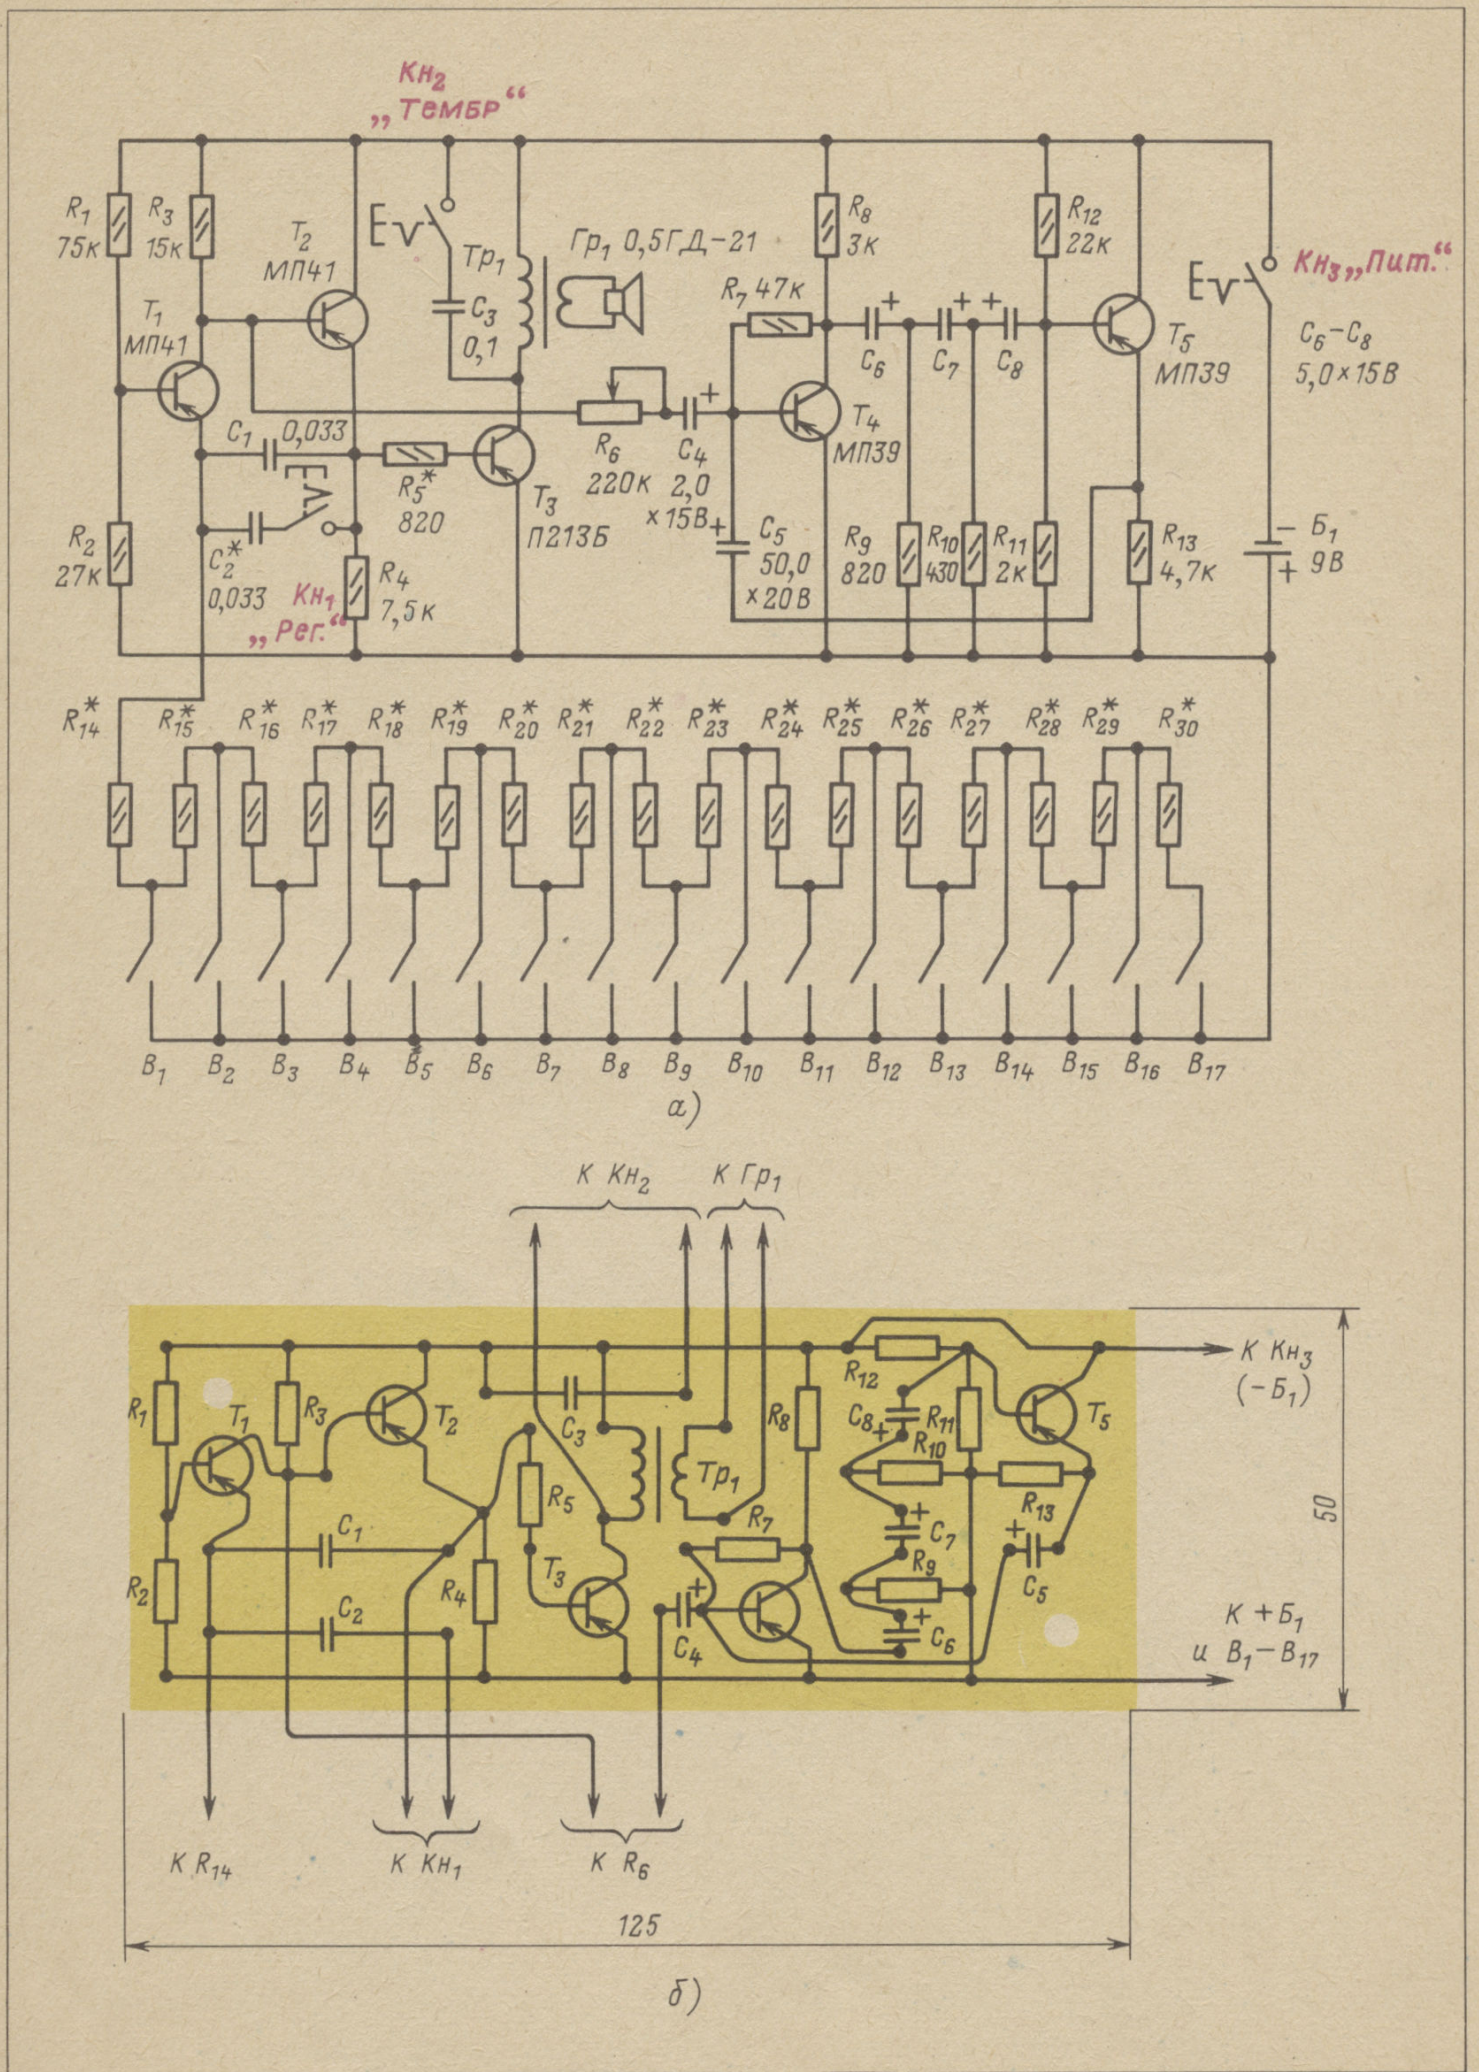
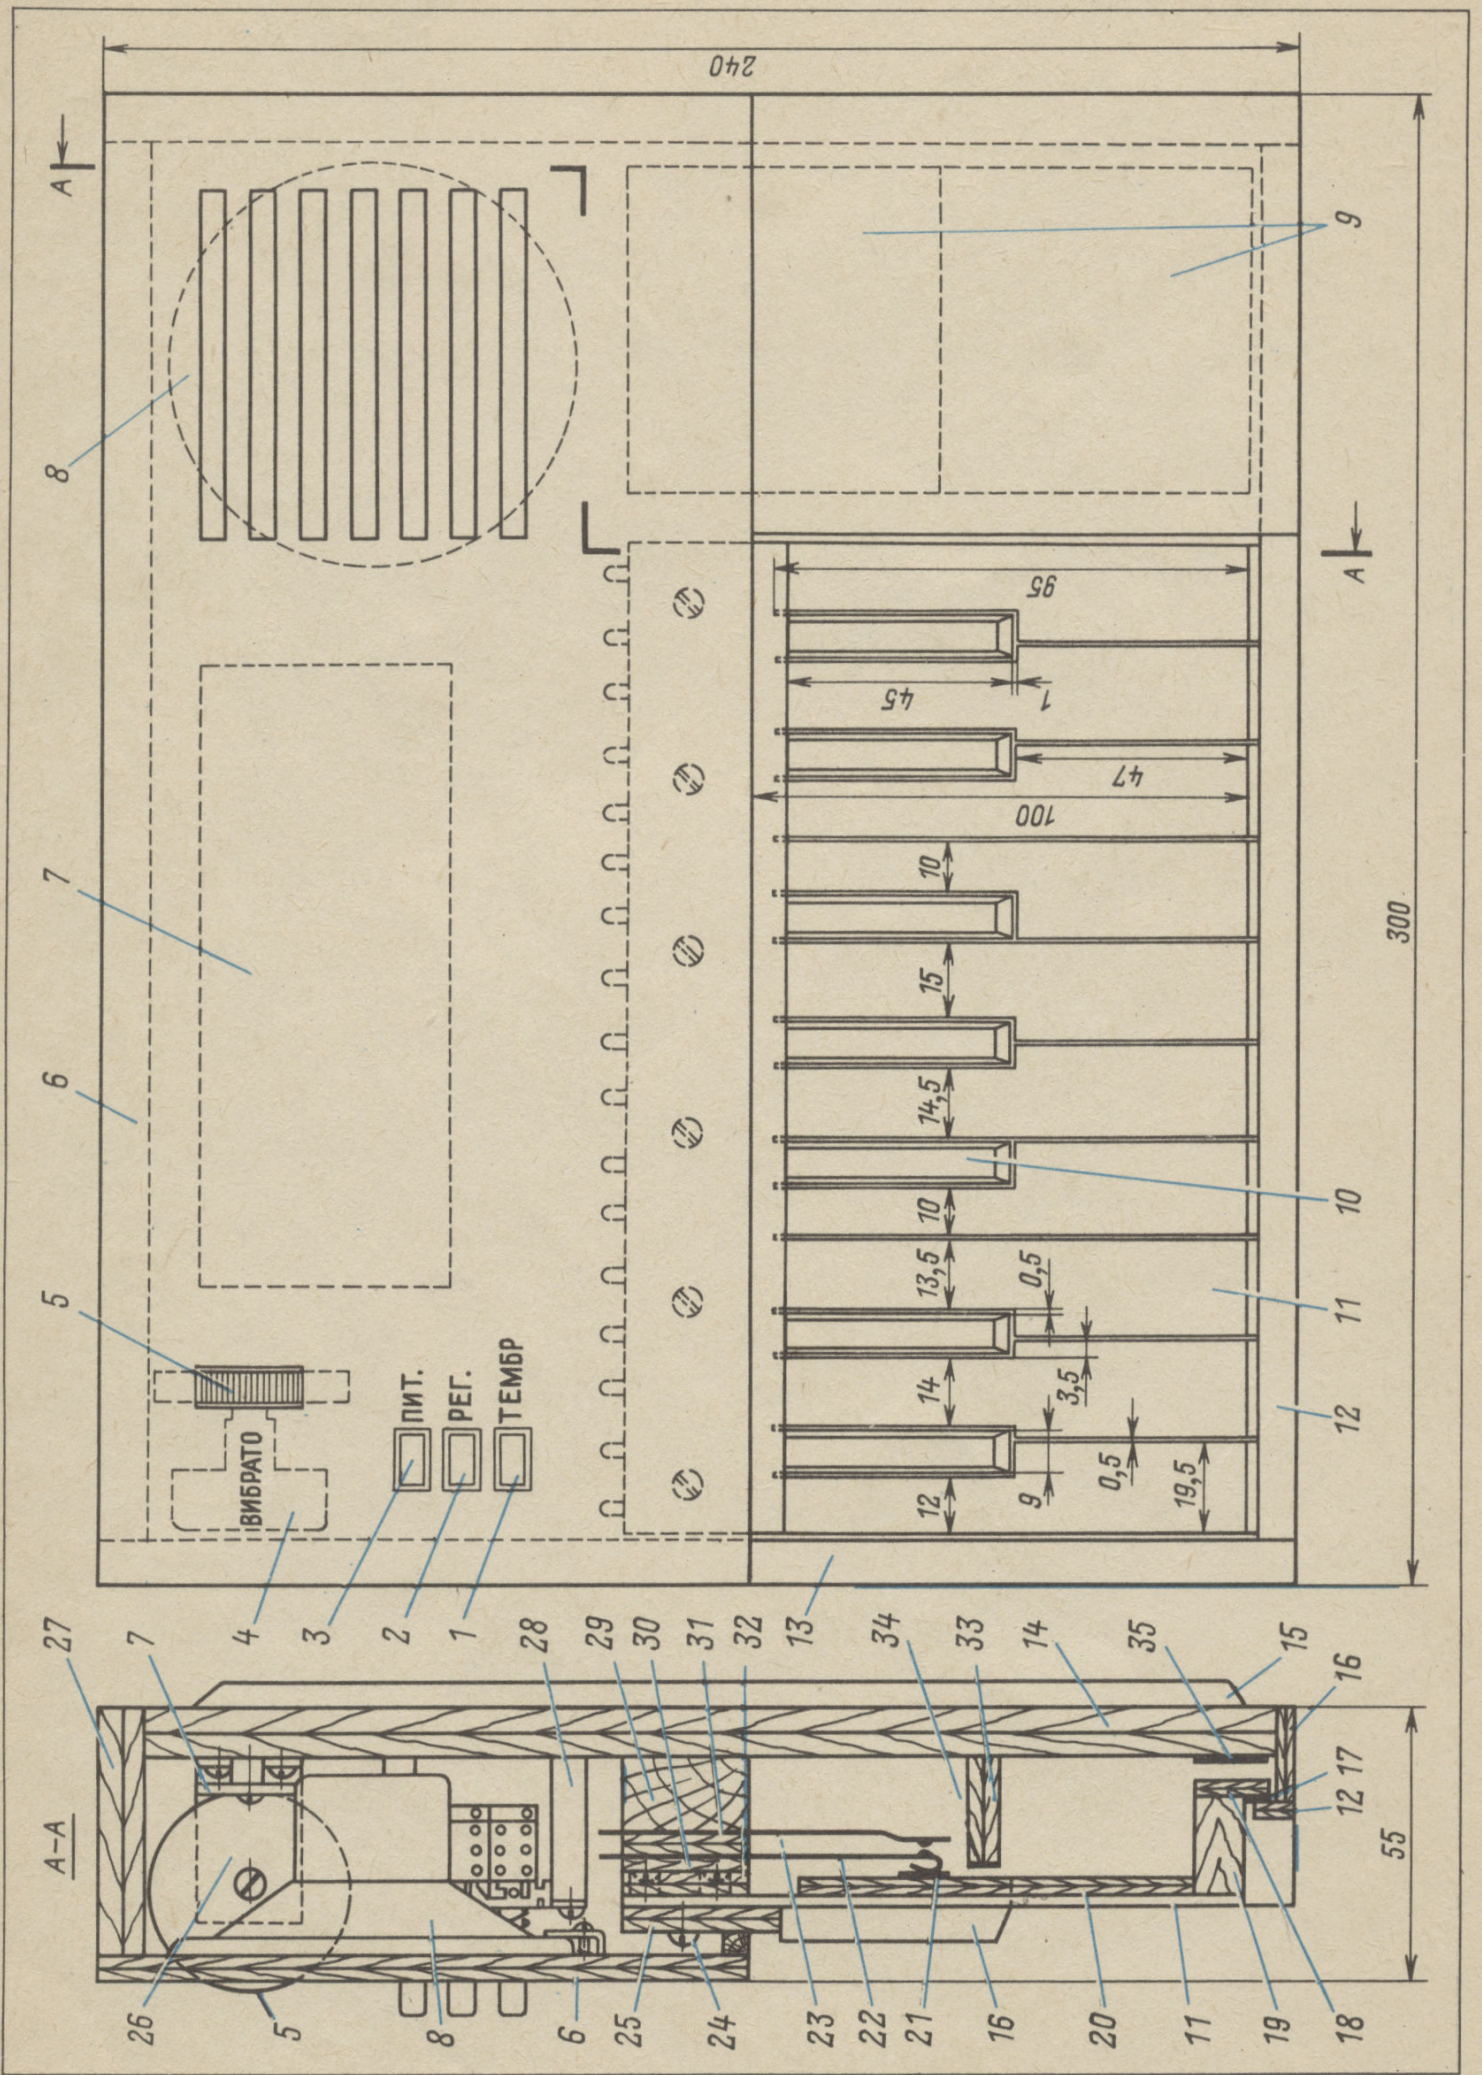

Рис. 23. Принципиальная схема (а) и схема соединений (б) «органа».
Рис. 24. Конструкция клавиатуры и размещение деталей в корпусе «органа».
Генератор тона (рис. 23,а) собран на транзисторах T_1 и T_2 и представляет собой несимметричный мультивибратор, генерирующий напряжение пилообразной формы. Частота этого напряжения зависит от емкости конденсатора C_1 (а при нажатии кнопки Kn_1 — и от емкости конденсатора C_2) и сопротивления резисторов $R_{14}–R_{30}$, включаемых в цепь эмиттера транзистора T_1 подклавишными контактами $B_1–B_{17}$. Иными словами, конденсаторы C_1 , C_2 и резисторы $R_{14}–R_{30}$ являются частотодающей цепью генератора тона. Их подбирают опытным путем при настройке инструмента.
Большинство деталей инструмента смонтировано на плате размером 125 × 50 мм, изготовленной из гетинакса толщиной 1,5 мм. Схема соединений на ней приведена на рис. 23, б. Вместе с другими деталями и клавиатурой плата размещена в корпусе (рис. 24), изготовленном из фанеры толщиной 8—10 мм (основание 14, задняя 27 и боковые 13 стенки) и 5 мм (крышка б). Между собой детали корпуса соединены казеиновым клеем, крышка б — съемная, на штифтах. На крышке с помощью трех уголков и шурупов закреплена динамическая головка 8.
Клавиатура, пожалуй, наиболее ответственная часть любого электронного музыкального инструмента, поэтому на ее конструкции и изготовлении необходимо остановиться подробнее. В описываемой игрушке основой клавиатуры служит пластина из электротехнического картона толщиной 1,5 мм (может быть использован гетинакс, текстолит толщиной 0,8—1 мм). Размеры пластины 200 × 125 мм. Сделав в соответствии с рис. 24 разметку длинных (11) и коротких (10) клавишей острозаточенным ножом (при использовании гетинакса или текстолита — резаком, изготовленным из ножовочного полотна) по металлической линейке, делают по контуру клавишей прорези шириной 0,5—1 мм. Для прочности к длинным клавишам снизу приклеивают (клеем БФ-2) фанерные пластины 20 размером 80 × 10 мм, а к коротким — пластины размером 40 × 8 мм. В таком виде клавиатуру помещают на сутки под пресс (или груз массой 10—20 кг).
Для бесшумной работы клавиатуры к торцу рейки 33, выступающим за пределы длинных клавишей концам пластинок 18 и к основанию, а также ко всем клавишам в местах соприкосновения с контактными пружинами 22 необходимо приклеить небольшие кусочки замши или сукна (на рис. 24 поз. 17, 21, 34 и 35).
Налаживание правильно собранной игрушки сводится к подбору резисторов R_5 и $R_{14}-R_{30}$, а также конденсатора C_2 . Первый из них подбирают по наилучшему качеству звучания при какой-либо нажатой клавише. Резисторы же частотозадающей цепи подбирают в такой последовательности. Временно заменяют резистор R_{14} переменным резистором сопротивлением 15—20 кОм, устанавливают движок регулятора глубины вибрато (R_6) в правое (см. рис. 23, а) положение, а кнопки K_{n1} и K_{n2} — в положения, показанные на схеме. Нажимают клавишу «ми» второй октавы (на рис. 24 крайняя справа) и извлекают одноименный звук на инструменте, по которому производится настройка (аккордеон, баян, пианино). Изменяя сопротивление переменного резистора, заменяющего резистор R_{14} , добиваются точного совпадения частот